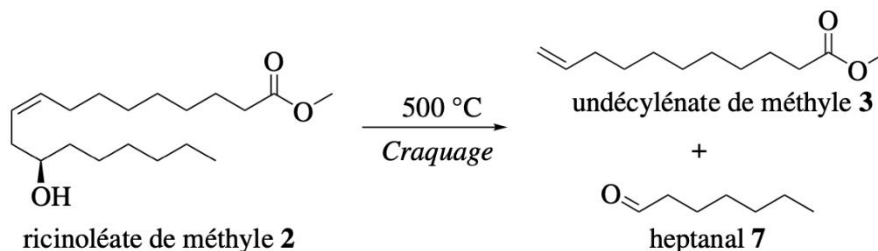

FIGURE 2 – Étape de craquage du ricinoléate de méthyle **2**.
Le ricinoléate de méthyle **2** ($M = 312 \text{ g.mol}^{-1}$) subit ensuite une étape de craquage à haute température (500°C) conduisant à l'undécylénate de méthyle **3** ($M = 198 \text{ g.mol}^{-1}$) et un sous-produit, l'heptanal **7** ($M = 114 \text{ g.mol}^{-1}$) (figure 2).
3. Explicitez les inconvénients de la méthode d'obtention du produit **3** présentée sur la Figure 2 en termes d'économie d'atome, paramètre défini pour une synthèse par le rapport :